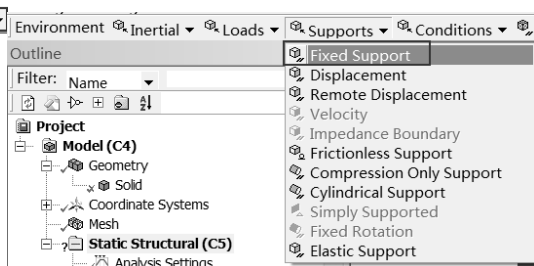

图 14-60 添加固定约束
Step2：选择 Environment 工具栏中的 Supports（约束） Fixed Support（固定约束）命令，此时在分析树中会出现 Fixed Support 选项，如图 14-60 所示。